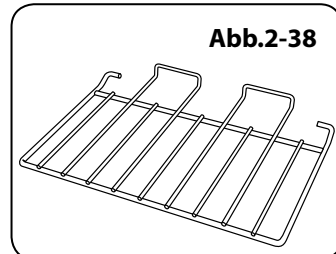

Abb.2-38
- Drei Energieeinsparung Regale (**Abb.2-38**)